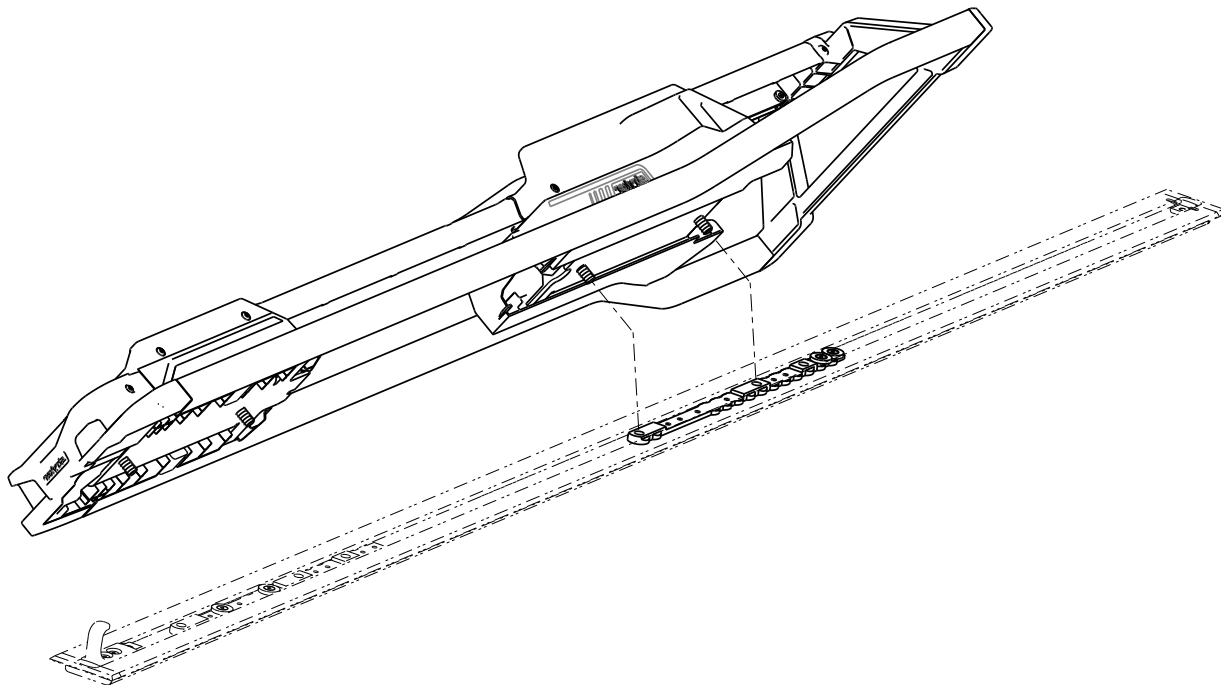

Figura 5 – Alinierea Performance-LOAD
1. Amplasați **Performance-LOAD** peste ansamblul plăcii de podea. Aliniați cele două șuruburi de la capătul pentru cap cu cele două orificii din crampon (Figura 5).